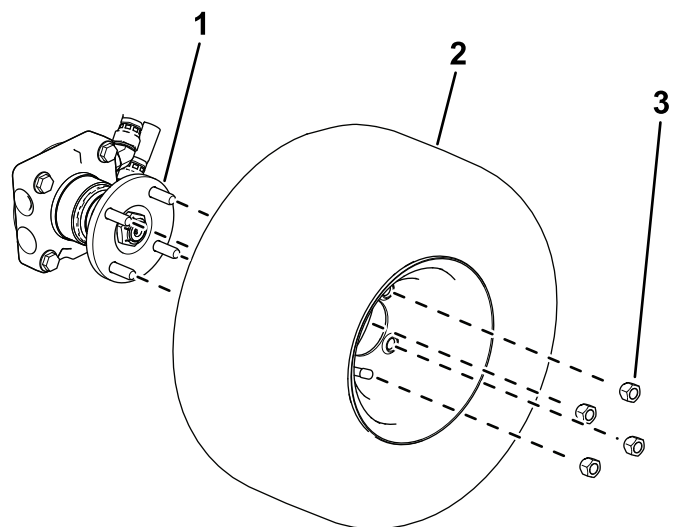

Рисунок 4
- **Машины с приводом на 4 колеса:** используйте 4 зажимные гайки для крепления колеса к ступице (Рисунок 4).